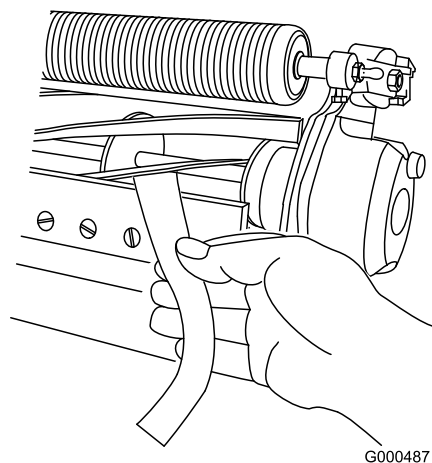

図 7
- 刃合わせチェックペーパーを、リールとベッドナイフとの間にに入れてベッドナイフに対して直角にセットし (図 7)、リールを **ゆっくりと** 前転させる紙が切れれば適切。切れなければステップ **A** と **B** を繰り返す。
11. 刃合わせチェックペーパー Toro P/N 125-5610 を、リールとベッドナイフとの間にに入れてベッドナイフに対して直角にセットし(図 7)、リールをゆっくりと前転させる紙が切れれば適切。左右のベッドバー調整ボルトをそれぞれ1クリックだけ締め、もういちど紙を切るテストを行う。紙が切れるまでこれを繰り返す。